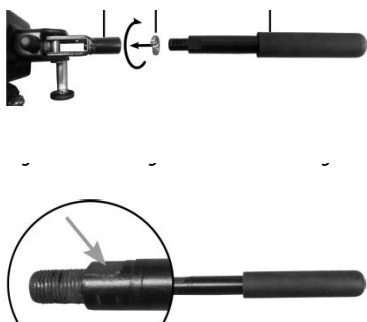

Figure 8 : Surface de clé
Passer la rondelle à ressort (8a) sur le pas de vis du levier de la fixation rapide (8). Visser le levier de serrage dans le manche (7) de la fermeture rapide, figure 7. Vissez le levier de serrage (8) dans le logement du levier de serrage (7) de la fermeture rapide. Vissez-le dans le logement et serrez la rallonge du levier de serrage à l'aide d'une clé (le levier de serrage dispose d'une surface de clé d'une largeur de clé de 17, voir Fig. 8).